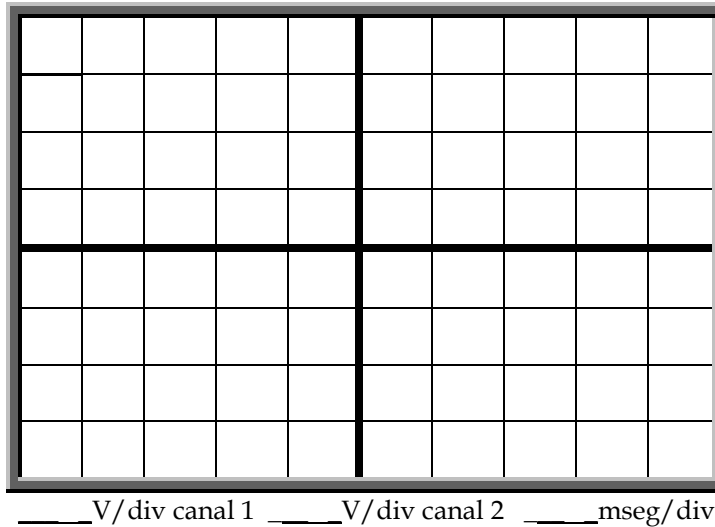

Fig. 1.4. Gráfica del voltaje de entrada y del voltaje de salida del rectificador de media onda con filtro utilizando un capacitor de  $470\ \mu\text{F}$ .
- b) Mediante el osciloscopio medir el voltaje de entrada ( $V_1$ ) colocando el canal 1 en los nodos 1 y 0 y medir el voltaje de salida ( $V_0$ ) colocando el canal 2 en los nodos 2 y 0, ambos canales deben de estar en el modo de CD. Graficar las señales obtenidas del voltaje de entrada y de la salida en la Fig. 1.4. De la señal del canal 1 medir el voltaje pico ( $V_P$ ) de la entrada del rectificador y de la señal del canal 2 medir el voltaje máximo ( $V_{\text{max}}$ ), el voltaje mínimo ( $V_{\text{min}}$ ) y el voltaje de salida ( $V_0$ ), además calcular la corriente de salida ( $I_0$ ), registrar los valores obtenidos en la Tabla 1.4.